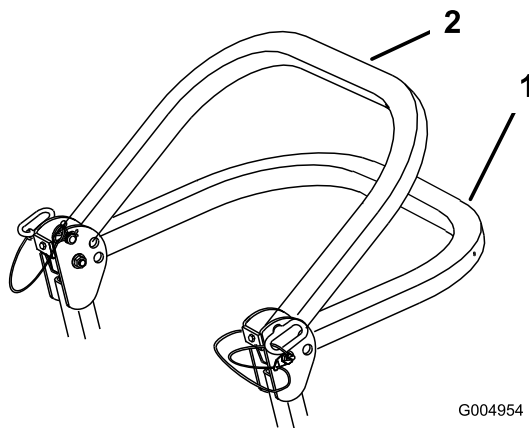

Figure 8
2. Descendez l'arceau de sécurité à la position abaissée. La position abaissée est à deux niveaux. (voir Figure 8).